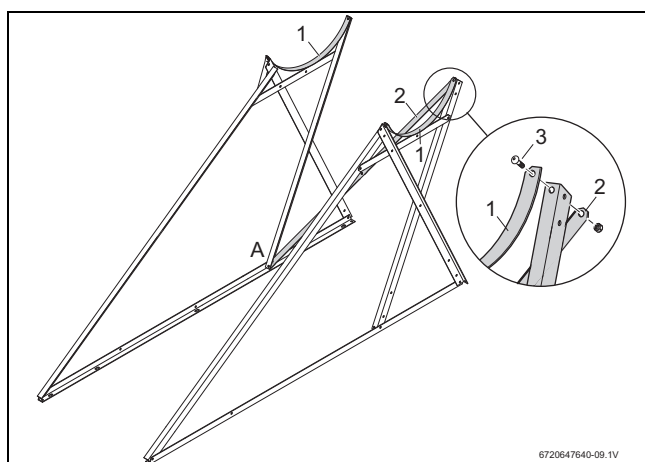

Fig. 15 Montar el perfil de soporte trasero
- ▶ Atornillar los perfiles de soporte traseros por el centro formando una cruz y unir con ellos los dos triángulos laterales. Montar también las cintas del acumulador (Fig. 15, [1]). La cabeza aplanada del tornillo debe mirar en dirección del acumulador de agua caliente que se mostrará posteriormente (Fig. 15, [3]).
- se monte el primer soporte trasero (Fig. 15, [2]) desde arriba atrás a la derecha hacia abajo delante a la izquierda (Fig. 15, [A]).